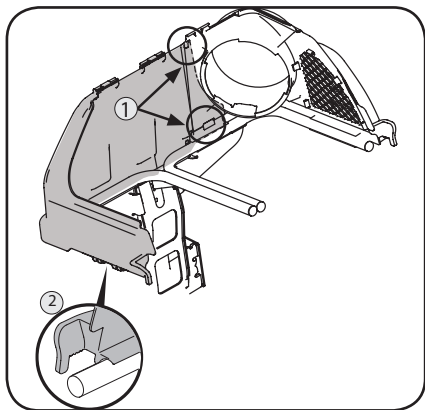

Figura 4-7
3. Deslice el lado izquierdo de la cubierta del colector de césped (731)12350 sobre el soporte del canal superior y en el soporte del montaje de la bolsa. Cierre cuidadosamente las dos pestañas en la parte frontal del soporte del canal superior, Consulte (1) en Figura 4-7. Coloque las cuerdas en el lado izquierdo del carril de soporte de la embolsadora. Consulte 2 en Figura 4-7.